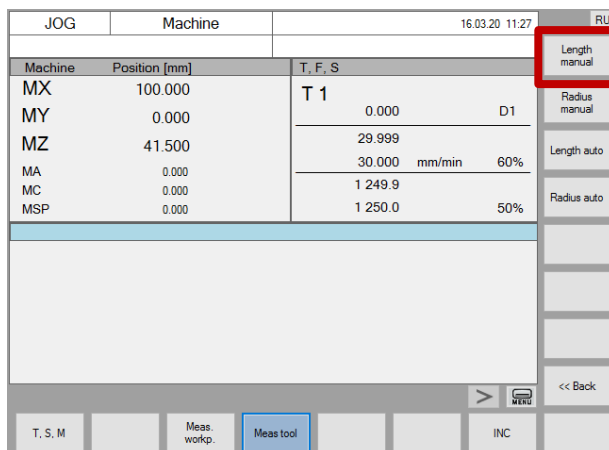

Рис.65. Кнопка «Length manual»
5. Нажать кнопку «Length manual» в вертикальном ряду кнопок экрана (рис.65);